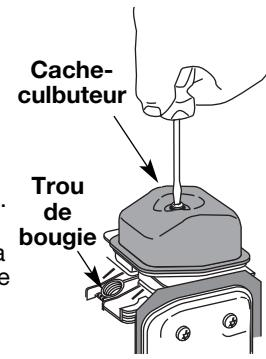

Fig. 28
5. Nettoyez toute saleté autour du cache-culbuteur. Retirez la vis retenant le cache-culbuteur à l'aide d'un tournevis à lame plate large ou à mèche no. T-25 Torx (Fig. 28). Enlevez le cache-culbuteur et le joint.
- Tournez l'écrou de réglage à l'aide d'une clé de 8 mm (5/16 po) ou d'un tournevis à embout hexagonal (Fig. 28).